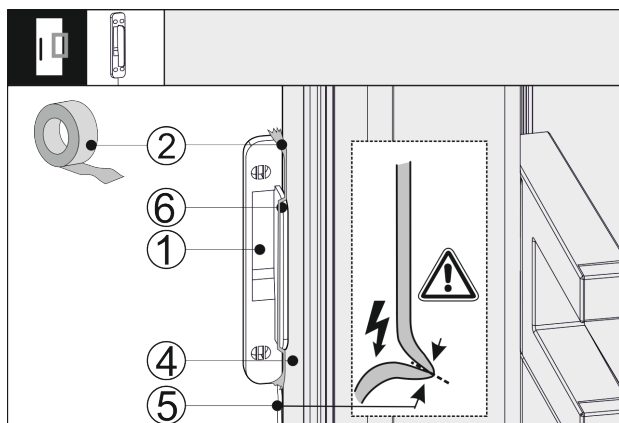

Fig. 43
- Positionner le capteur de frappe Fig. 43 (1) sur le côté de la porte de l'appareil Fig. 43 (4), de sorte que la butée Fig. 43 (6) se trouve contre la porte de l'appareil Fig. 43 (4). Le câble du capteur Fig. 43 (5) est légèrement tendu et se trouve également contre la porte de l'appareil Fig. 43 (4).
- Fixer le capteur de frappe Fig. 43 (1) avec du ruban adhésif Fig. 43 (2). Le capteur de frappe sera ensuite vissé dans la façade du meuble.